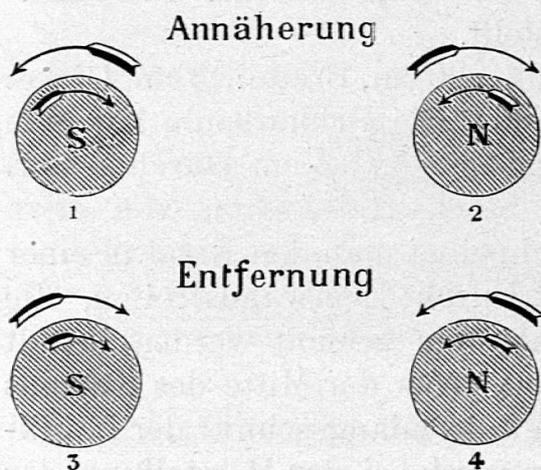

Fig. 31.
3. **Annähern des Magneten.** Schiebt den Stabmagneten mit dem Südpol voran bis zu seiner Mitte in rascher Bewegung in die Spule. (Es erfolgt ein Ausschlag.) Worauf lässt er schliessen? (Es ist ein Strom entstanden.) Der eine Schüler der Gruppe hält seine rechte Hand so an die Spule, dass der induzierte Strom in der Richtung der Finger fließt. Der zweite Schüler hält seine rechte Hand so an den Magneten, dass der Daumen nach dem Nordpol zeigt. (Fig. 311.) Was sagt ihr von der Lage der beiden Hände? (Sie sind einander entgegengesetzt.) Erkenntnis: Beim Annähern ist der Induktionsstrom den Ampèreschen Strömen entgegengesetzt.
in die Richtung des neuen Induktionsstromes, ein anderer in die Richtung der Ampèreschen Ströme. Beobachtung: (Die beiden Hände haben die gleiche Richtung; die Ströme laufen parallel. (Fig. 313.) Erkenntnis: Beim Entfernen ist der Induktionsstrom den Ampèreschen Strömen parallel.
6. Wiederholt die Versuche unter 3, 4 und 5, indem ihr den Magneten mit dem Nordpol voran in die Spule schiebt, legt wieder die Hände in die Stromrichtungen. (Die Ausschläge erfolgen in entgegengesetzter Richtung zu den vorigen Ausschlägen. Fig. 312 u. 4.)